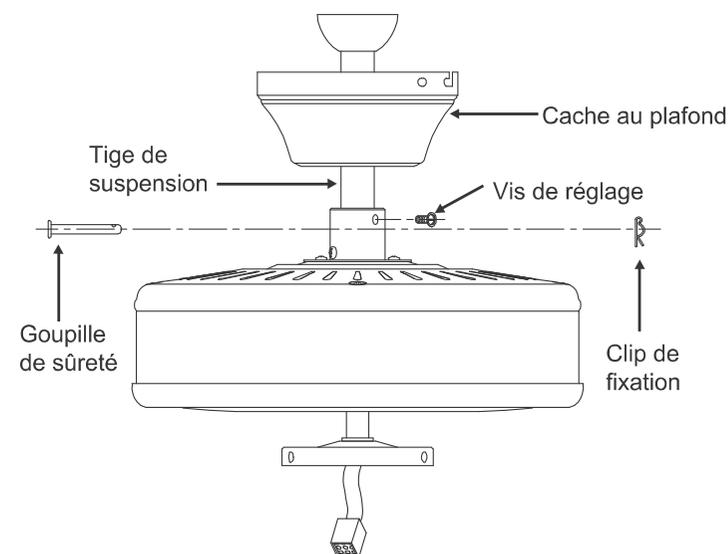

Fig. 6
Étape 4. Acheminez les fils sortant du haut du moteur du ventilateur à travers le couvercle d'accouplement, le cache, puis à travers la rotule/tige de suspension (**Fig. 6**)
Étape 5. Alignez les trous au bas de la tige de suspension avec les trous du collier en haut du carter du moteur (**Fig. 6**). Insérez soigneusement la goupille de sûreté dans les trous du collier et de la tige de suspension. Veillez à ne pas coincer la goupille contre le câblage à l'intérieur de la tige de suspension. Insérez la goupille de verrouillage dans le trou situé près de l'extrémité de la goupille de sûreté jusqu'à ce qu'elle s'enclenche dans sa position verrouillée (voir l'encadré circulaire de la **Fig. 6**).
Étape 6. Serrez fermement les deux vis de réglage situées sur le dessus du moteur du ventilateur (**Fig. 6**).